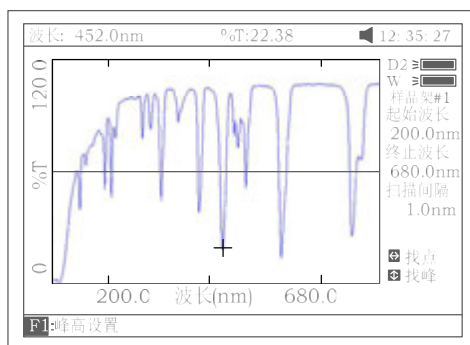

图 51
- b. 逐点峰谷检索: 按【^】键从左到右逐点进行峰谷检索, 按【v】键从右到左逐点进行峰谷检索, 检索数据同样显示在显示屏的第一行。图 51 示。